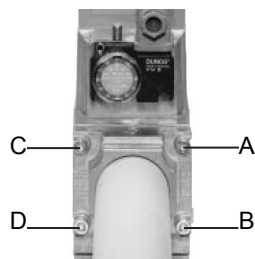
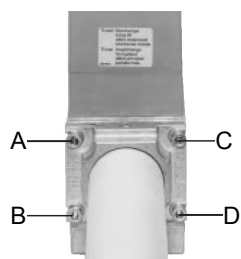

Fig. 10
Fig. 11
- 1 Allentare le viti A e B **non** svitare (Fig. 10 e Fig. 11)
- 2 Svitare le viti C e D (Fig. 10 e Fig. 11)